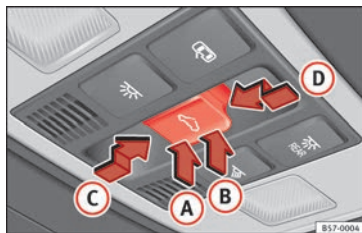

Fig. 134 En el revestimiento interior del techo: tecla del techo de cristal.
La tecla  » fig. 134 tiene dos niveles. En el primer nivel se puede situar el techo en la posición deflectora, abrir o cerrar total o parcialmente.
- *Techo de cristal:* antes de que transcurran aprox. 5 segundos desde la activación de la función antiaprisionamiento, presione la tecla  » **fig. 134** hasta el segundo nivel en el sentido de la flecha » **fig. 134**  hasta que el techo se cierre completamente.